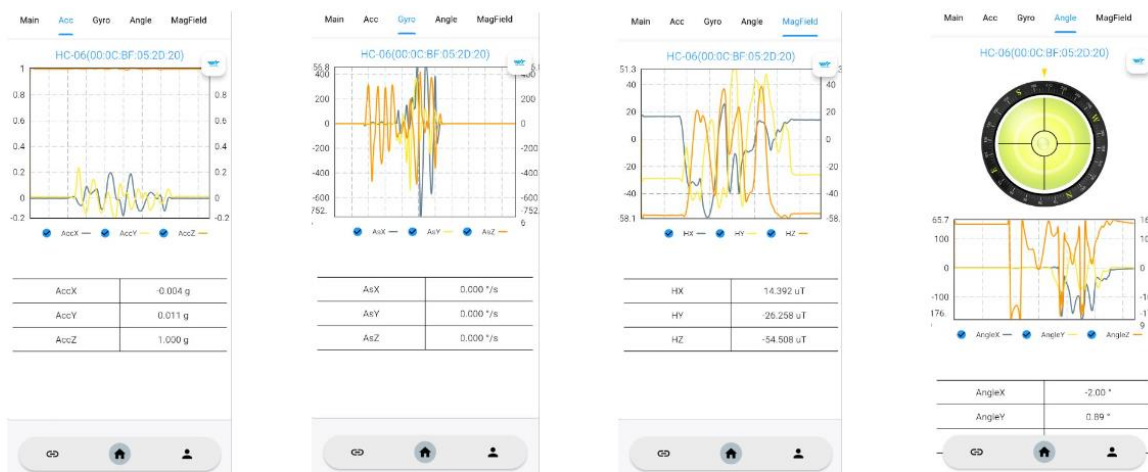

Рисунок 3 – Дані, що надходять з сенсорів у програмі WitMotion
2.1 На відповідних сторінках програми можна побачити у графічній формі дані які надходять з сенсорів (Рис. 3).